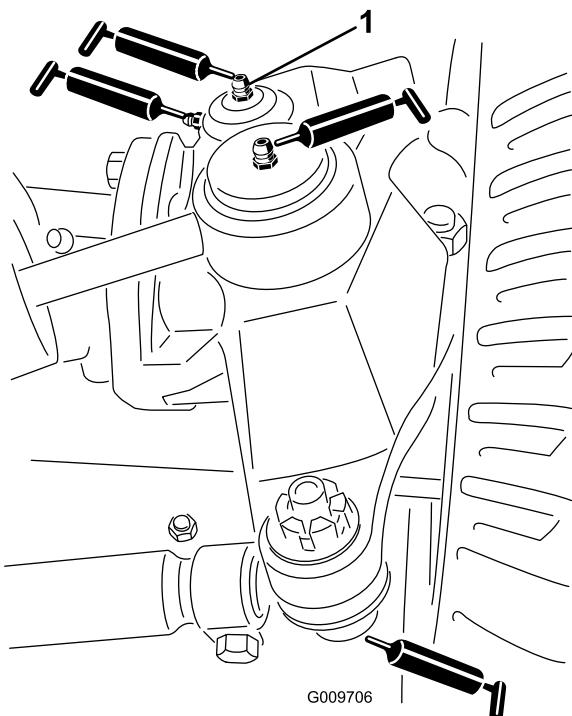

Bild 60
- Lenkzylinder-Kugelgelenke (2), wie in Bild 60 abgebildet